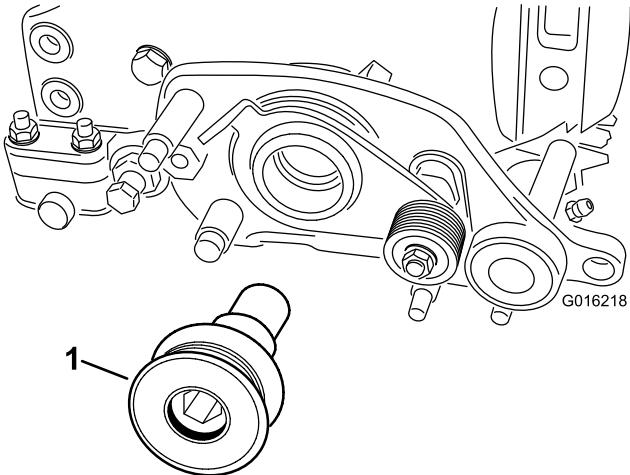

Рисунок 8
19. Закрепите ведущий шкив механической щетки на валу барабана (Рисунок 8) и затяните его с моментом 170 Н•м.